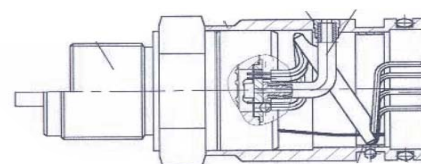

Рисунок 1 - Устройство измерительного модуля
4.4 Первичным измерительным преобразователем является пьезорезистивная кремниевая структура (пластина монокристаллического кремния с диффундированными пьезорезисторами, соединёнными по мостовой схеме), отделённый от среды измерения разделительной мембраной и заполненный специальной жидкостью. Конструкция пьезомодуля гарантирует устойчивость измерительного преобразователя от ударных воздействий измеряемым давлением и от перегрузки по давлению (см. рисунок 1).